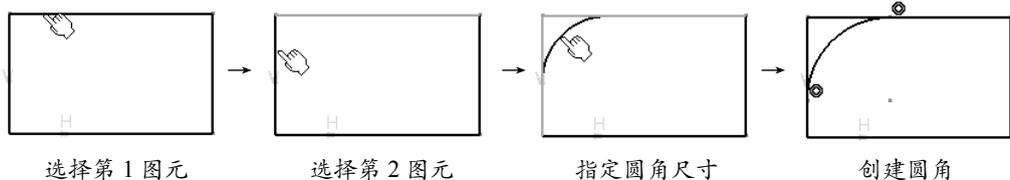

图 5-6
- 不修剪 : 单击此按钮，创建圆角后将不修剪所选图元，如图 5-6 所示。